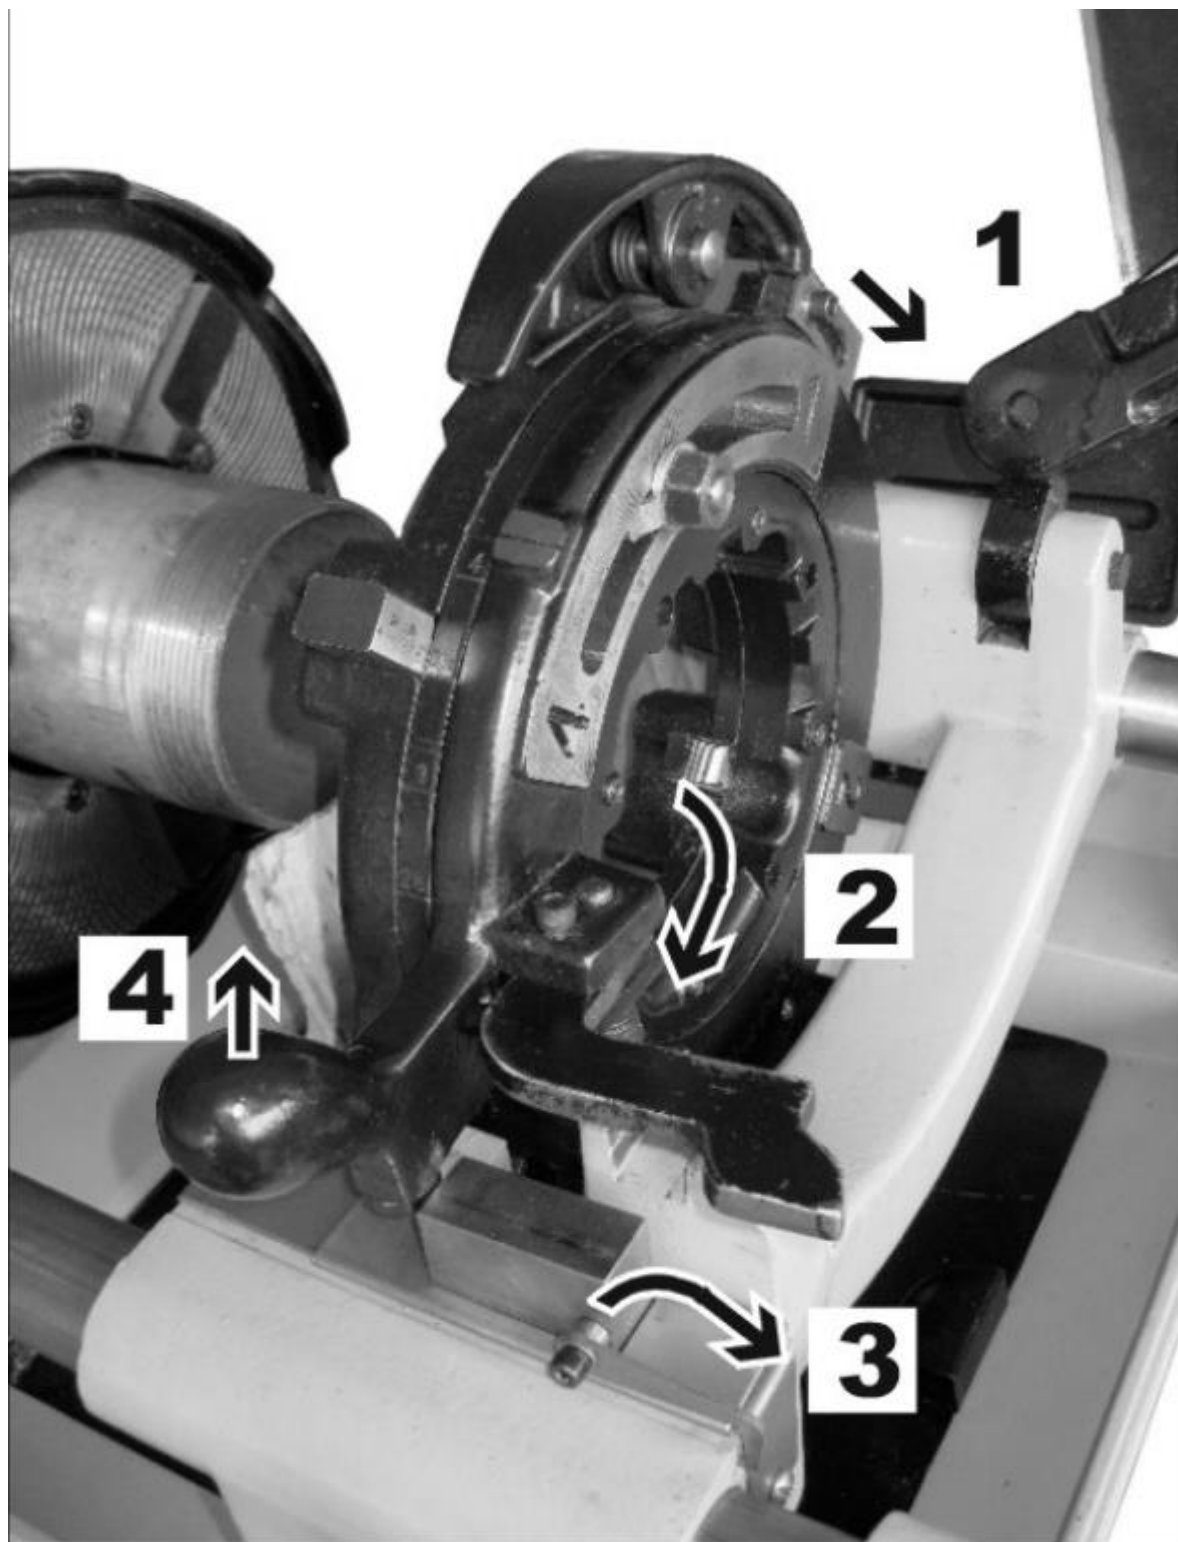

Рис. 5 Установка 2 1/2"-4" резьбонарезной головки для NPSM или BSPP резьбы
Установка 2 1/2"-4" резьбонарезной головки для NPSM или BSPP резьбы (Рис. 5).
4. Опустите резьбонарезную головку в рабочее положение (ВНИЗ), опустите кулачковую рукоятку до конца вниз (ниже синусоиды) (Рисунок 5, Шаг 4). При этом должен произойти характерный щелчок переключения головки в новый режим.